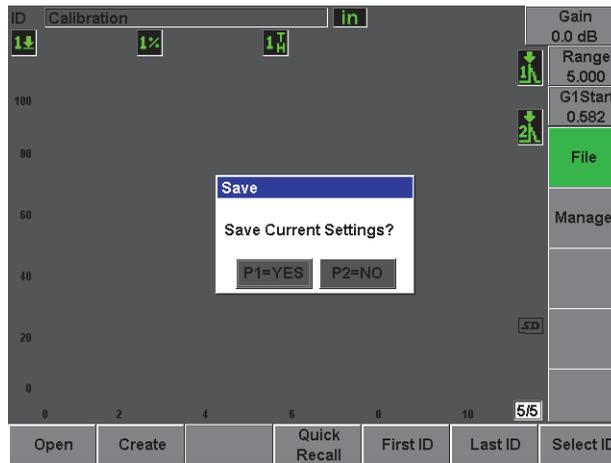

Рис. 2-21 Диалоговое окно Save (Сохранить)
10. Нажмите **Save** (см. Рис. 2-21 на стр. 57).